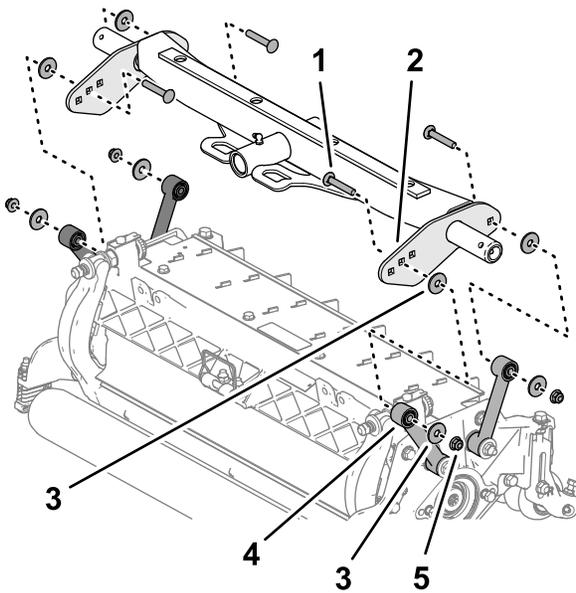

Figura 18
- Alinee una arandela entre la placa del bastidor y la biela (Figura 18), y monte provisionalmente las placas y el espaciador con un perno de cuello cuadrado ($\frac{3}{8}$ " x $2\frac{1}{4}$ "), una arandela y una contratuerca con arandela prensada ($\frac{3}{8}$ ").